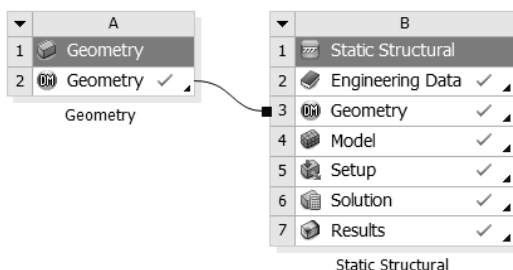

图 13-80 项目管理区中的分析项目
Step1：单击 Mechanical 界面右上角的 （关闭）按钮，退出 Mechanical，返回到 Workbench 主界面。此时主界面的项目管理区中显示的分析项目均已完成，如图 13-80 所示。